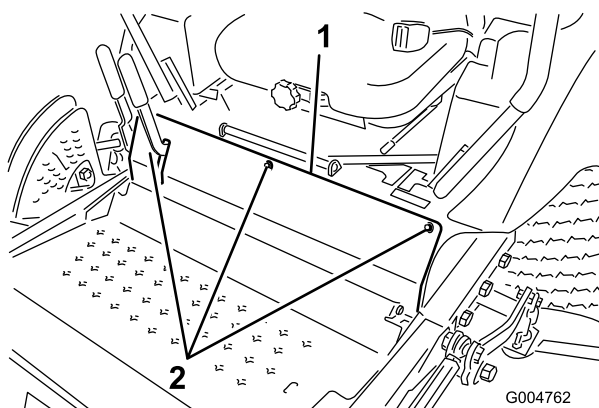

図 54
2. 前パネルを止めているボルトを外して前パネルを外す(図 54)。